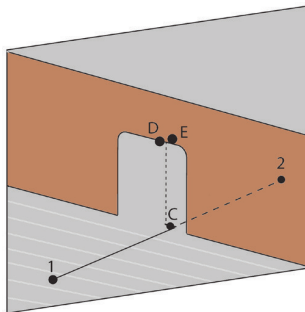

Figura 18
6. Si la distancia D a E < 1.5 mm para una entrada de 3 m, su precisión de plomada está dentro de la especificación. (Figura 18)